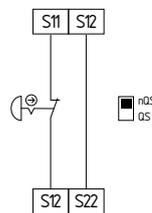

Fig. 7
**Circuito de Paro de Emergencia de un canal con pulsadores según ISO 13850 y IEC 60947-5-5 (véase fig. 7)**